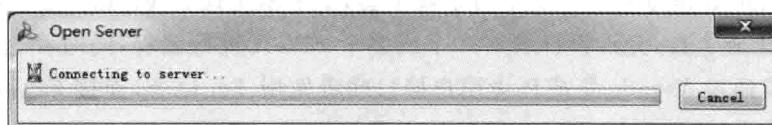

图 2.59 正在打开服务器界面
- (6) 单击 Next 按钮。
- (7) 如图 2.59 所示, 出现 Open Server(打开服务器)对话框界面, 表示正在打开服务器。